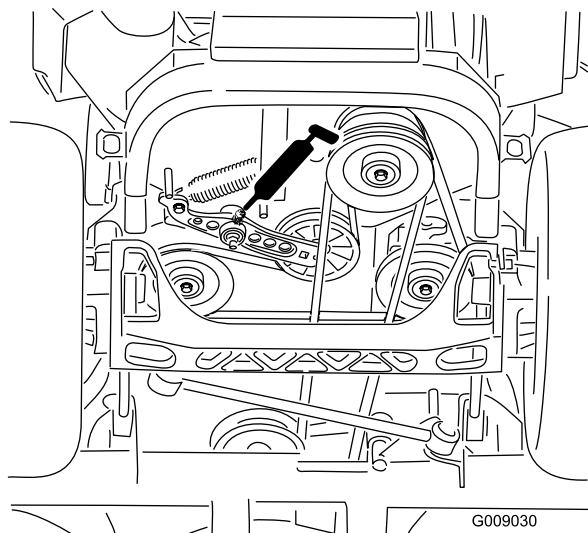

Figure 40
5. Graissez le bras de la poulie de tension de la courroie d'entraînement (Figure 40).